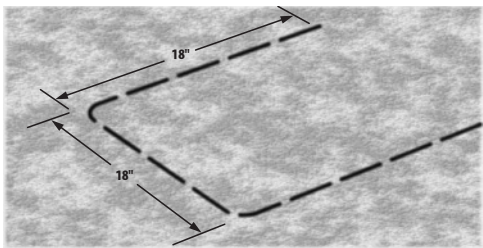
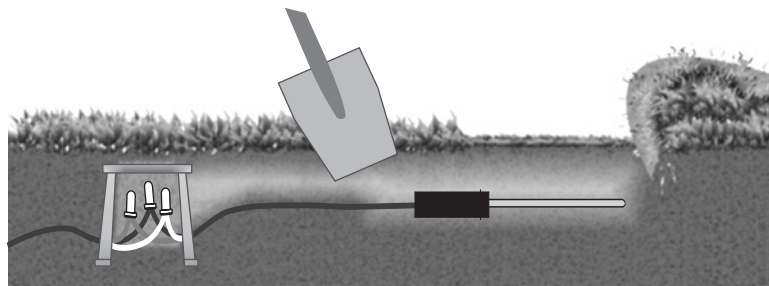

Figura 3
Figura 4
- Utilizando una pala recta, trace tres lados de un cuadrado de 45 cm de ancho por 45 de largo y 15 cm de fondo (18"x18"x6"). La hendidura debe tener forma de U (consulte la figura 3) Hunda la pala bajo el césped unos 10 cm (4") y enrolle la capa de césped para dejar al descubierto la tierra a unos 8-10 cm de profundidad (3" - 4"). Aproximadamente a 15 cm (6") de uno de los lados de esta abertura, cave una abertura similar y un agujero lo suficientemente grande para alojar una arqueta de 18 cm (7"). Esta caja de válvula (cuadro de cableado) se utilizará para empalmar los cables adicionales desde el sensor hasta el cable zonal identificado en el paso 3. cave una zanja estrecha desde el lugar de la caja de válvula de 18 cm (7") hasta la base de la abertura cuadrada de 45 cm (18") realizada para el sensor (consulte la figura 4).